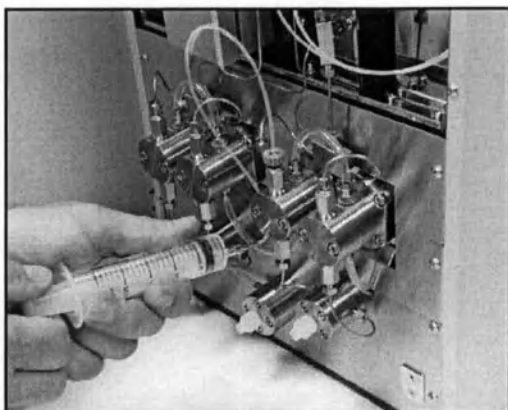

Рис. 3-20. Вытягивание шприцом буфера из первого выхода обратного клапана, помпа В.
4. Вытяните полностью поршень шприца и подождите 30 секунд. При этом в камере шприца создается вакуум. Нажмите кнопку «Stop Flow» для остановки тока буфера. Выньте шприц и удалите из него содержимое (см. Рис. 3-20).
6. Вручную плотно закрепите фитинг к первому выходу из помпы В (см. Рис. 3-20).